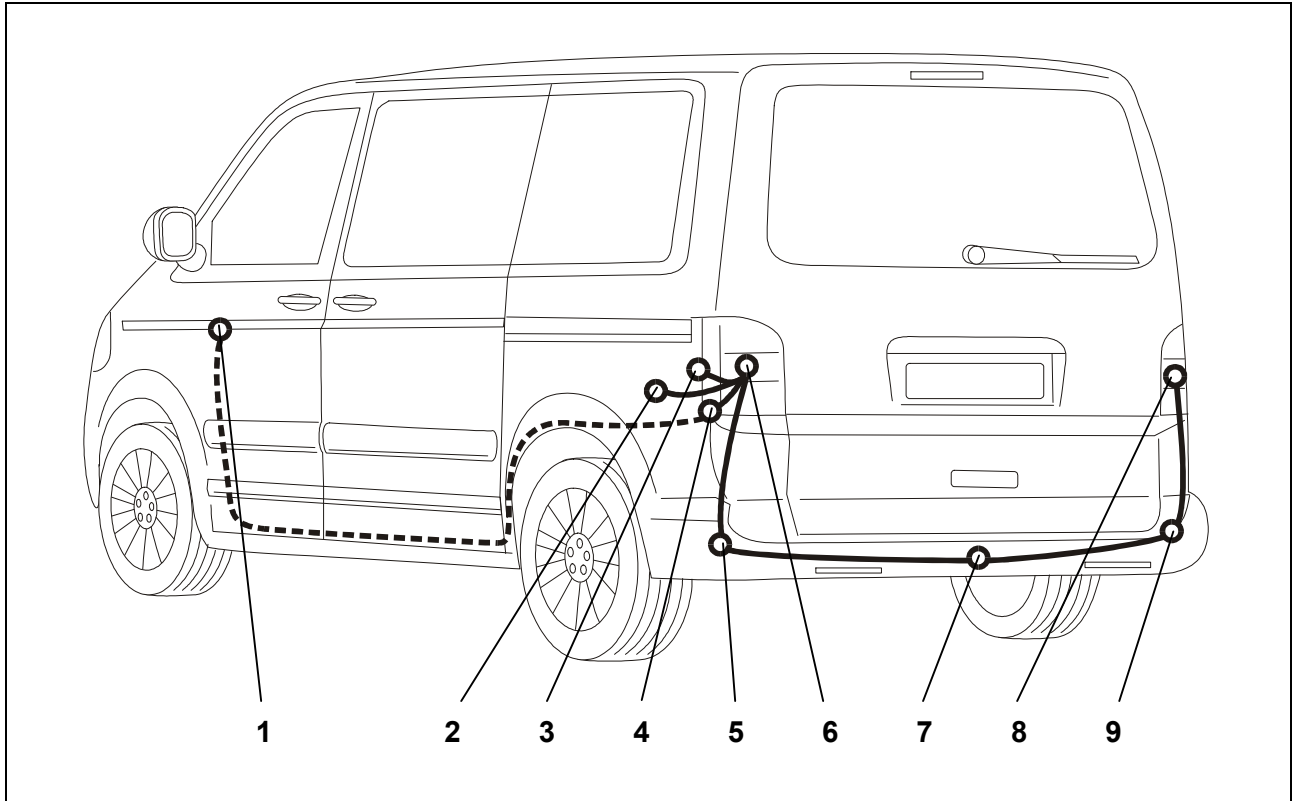

Abb. 1: Einbauübersicht
3. Ovale Durchführungstülle mit Leitungsstrang bei der linken Rückleuchte (Abb. 1/6) nach innen eindrücken.
4. Blindstopfen für Kabel-Durchführung (Abb. 1/5) entfernen.
5. Einen festen Draht durch die untere Kabel-Durchführung (Abb. 1/5) zur oberen Kabel-Durchführung für die Rückleuchte (Abb. 1/6) schieben, bis er aus der oberen Kabel-Durchführung herauschaut.
7. Das Steckdosenende des Leitungsstranges durch die Kabel-Durchführungen nach unten zum Steckdosenhalteblech (Abb. 1/7) ziehen.
12. Die restlichen Leitungen gemäß der *Steckdosenbelegung* am Steckdosengehäuse (Abb. 1/7) anschließen und die Gummidichtung an die Steckdose heranschieben.
13. Die Steckdose mit den beiliegenden Schrauben am Halteblech (Abb. 1/7) festschrauben.